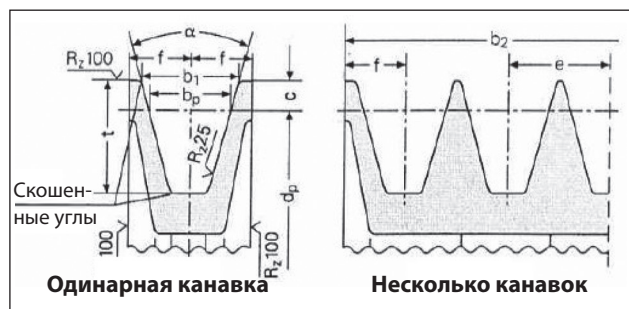

Рис. 8
- а) Применяйте шкивы для клиновых ремней, размеры канавок которых соответствуют рекомендациям/указаниям изготовителя используемого ремня. При отсутствии указаний руководствуйтесь Рис. 8 и таблицей на Рис. 9.